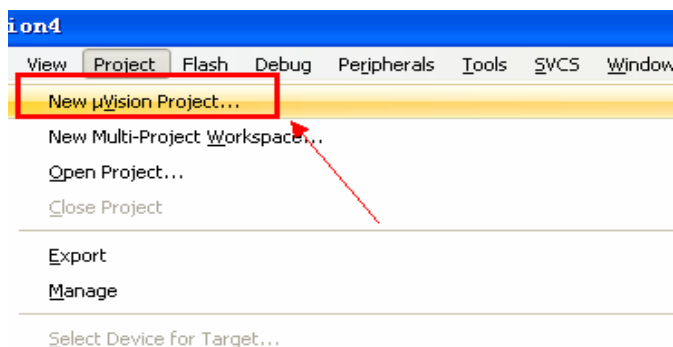
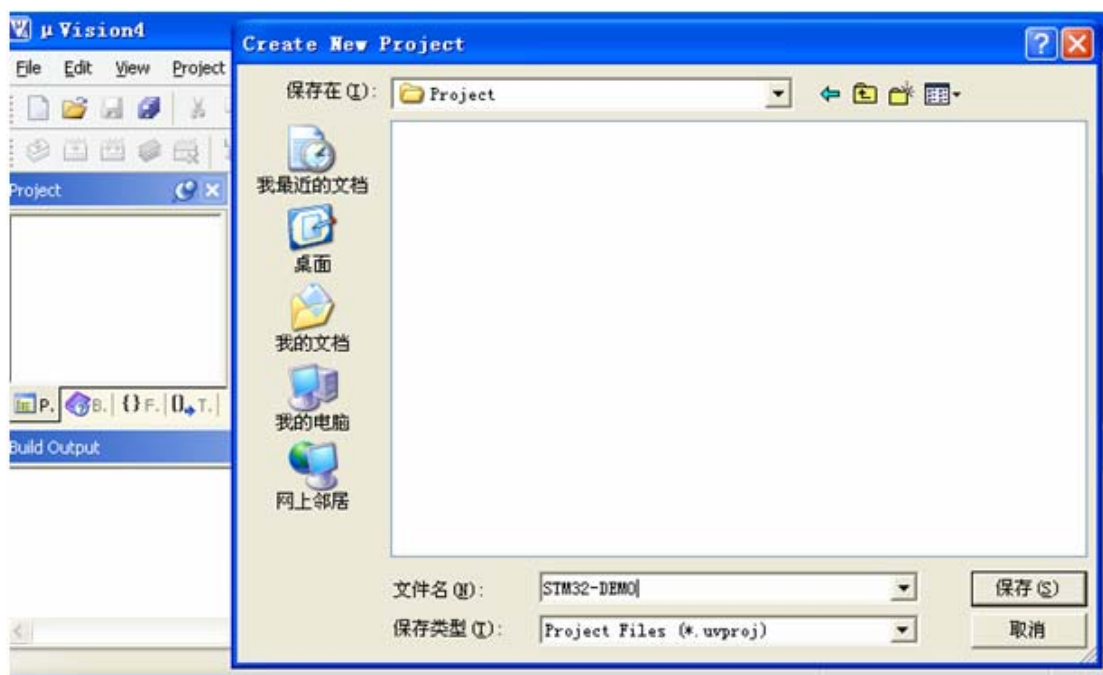

图 4-10 新建工程文件
图 4.11 选择新建工程文件保存的位置
2. 在工具栏Project->New µVision Project...新建我们的工程文件，如图4-10，我们将新建的工程文件保存在桌面的“神舟51+ARM之STM32F103C8T开发板模板工程”（先在电脑桌面上新建一个“神舟51+ARM之STM32F103C8T开发板模板工程”文件夹，在该文件夹里面新建一个Project文件夹），文件名取为：STM32-DEMO（英文DEMO的意思是例子），名字可以随取，点击保存，如图4-11。